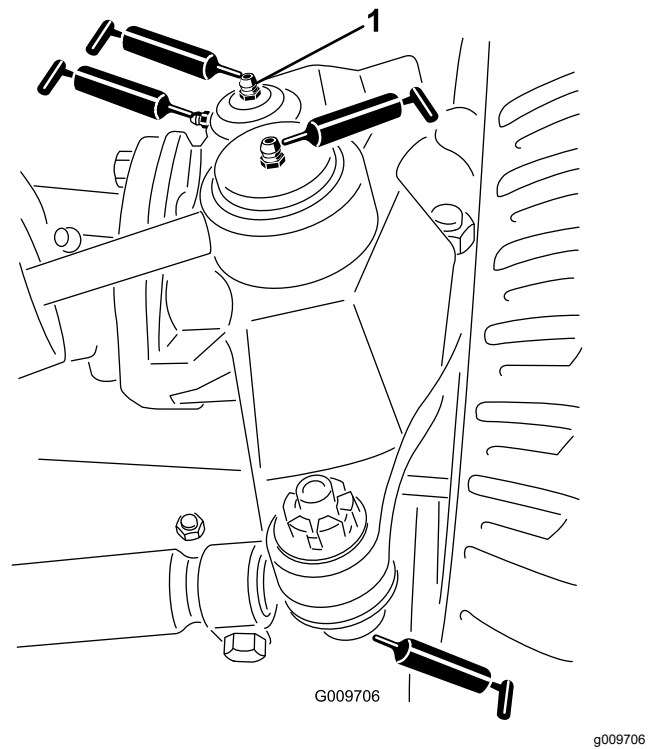

Figura 83
- Articulaiones esféricas de cilindro de dirección (2) tal y como se muestra en la Figura 83
- Articulaiones esféricas de biela (2) tal y como se muestra en la Figura 83
- Casquillos de pivote de dirección (2) tal y como se muestra en la Figura 83